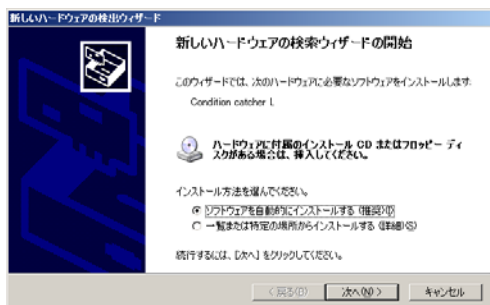

図 10. USB ドライバのインストール画面 1
- ① Windows 上のアプリケーションを全て終了させ、付属の CD をパソコンに挿入します。
- ② 本体の電源を投入し、USB ケーブルでパソコンと接続します。しばらくすると図 10 の画面が表示されます。ここで、『ソフトウェアを自動的にインストールする(推奨)』をチェックし、『次へ』ボタンをクリックします。